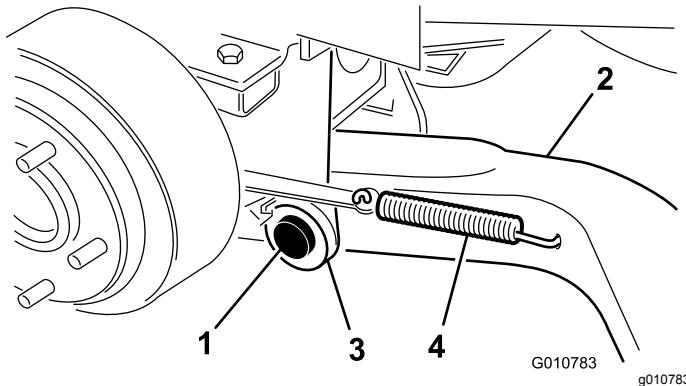

Figura 5
4. Montate un braccio di sollevamento (con l'estremità del giunto sferico posizionata verso l'esterno) sulla staffa orientabile con un perno girevole e una coppiglia (5/32" x 1 3/4") (Figura 5).
6. Agganciate la molla di ritorno del freno nel foro presente sul braccio di sollevamento (Figura 5).